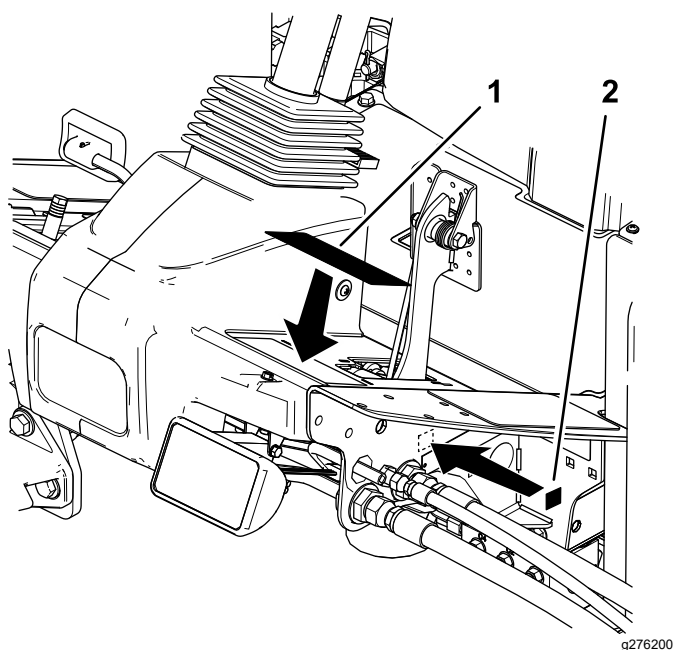

Figura 3
- Em máquinas que requeiram conformidade CE, instale o autocolante de aviso incluído nas peças soltas sobre o autocolante existente (Figura 3).
- Instale o autocolante CE junto da placa de número de série na máquina (Figura 3).